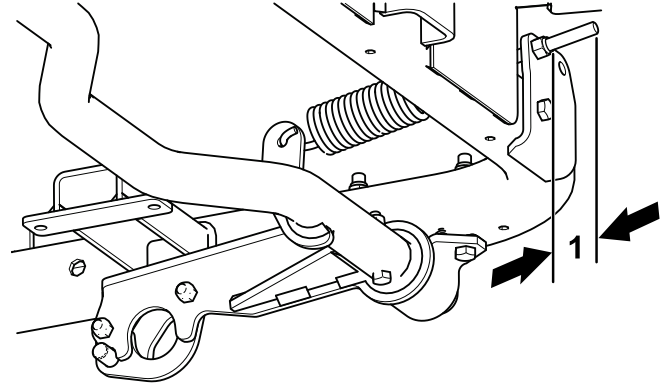

図 20
3. スプリングロッドを固定しているロックナットを回転させて、ロッドのねじ山の長さが 6 mm - 13 mm になってスプリングに張力が掛かるように調整する 図 20。